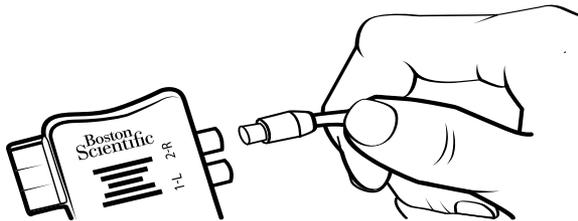

Figure 16. Connexion du câble de salle d'opération 1x8 à l'ETS 2 et à l'adaptateur d'ETS
4. Brancher le câble de salle d'opération avec la rallonge dans le port de l'adaptateur ETS marqué « 1-L » (Figure 16).